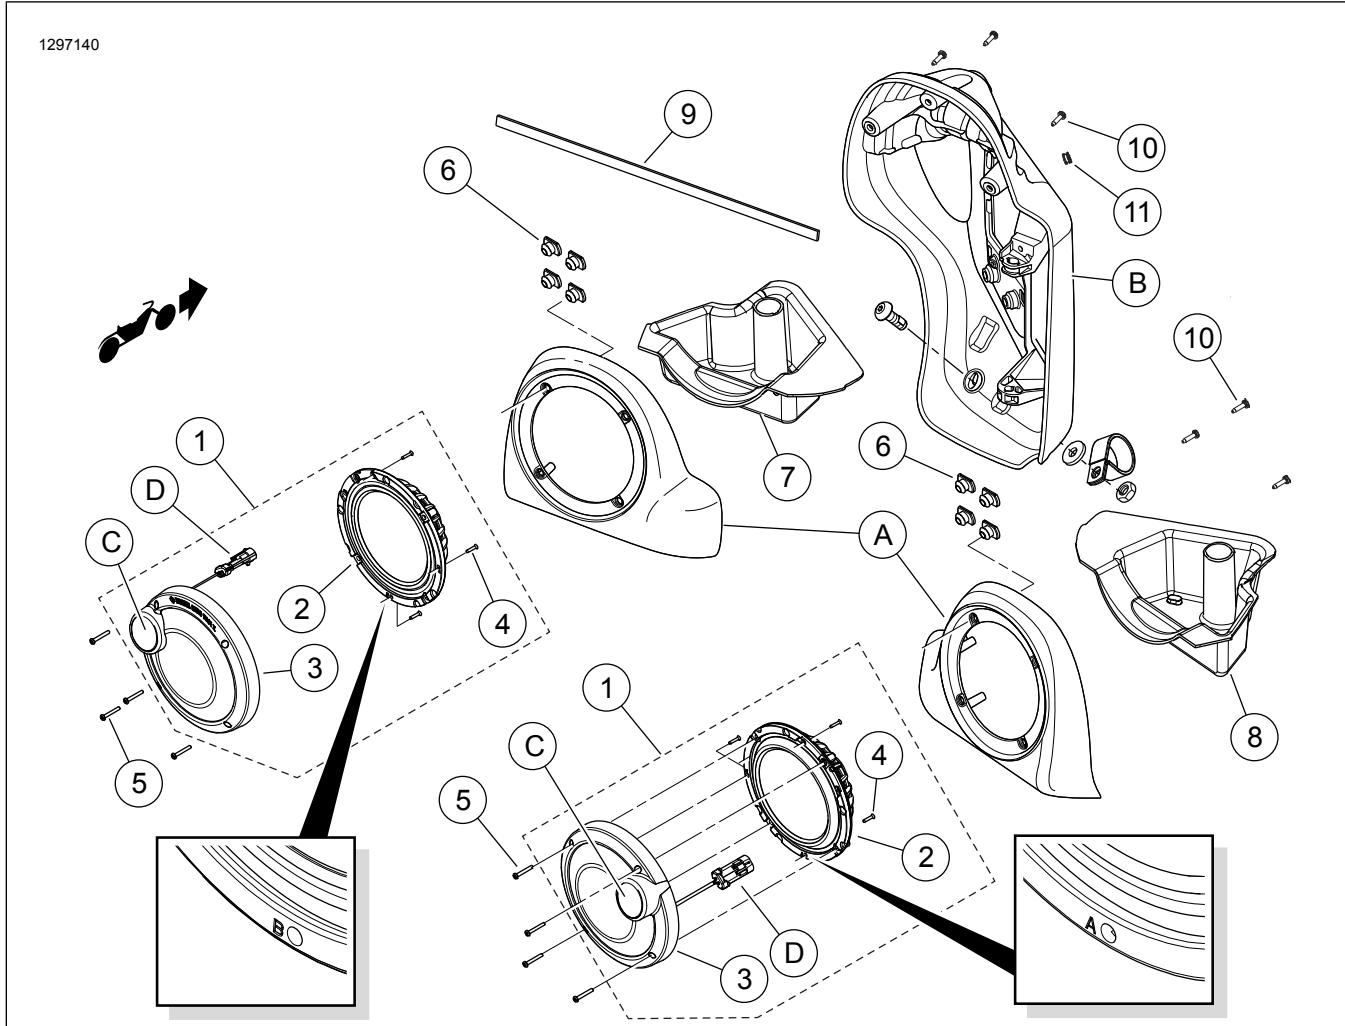

Figura 12. Parts tas-Service, BOOM! Audio Stage II Fairing Lower Speaker Kit
18. Ara Figura 12 . Ifred l-isplit grommet (11). Installa l-grommet madwar is-sieq tal-arneż. Installa fit-toqba mtaqqba bid-drill fil-fairing.
22. Ara Figura 12. Għaqqa il-konnetturi tal-wajers tal-ispeaker li hemm ġewwa l-kompartiment tal-ispeaker mal-ispade terminals (forma ta' pala) fuq in-naħha ta' wara tal-woofer **il-ġdid**. Qisien differenti tal-ispade contacts (kuntatti forma ta' pala) jipprevju assemblaġġ hažin.
23. Ikkonnettja l-konnetturi tal-awdjo tat-tip two-way fuq l-arneż tal-amplifier mal-konnettur tal-mid-range u tweeter (D).
24. Dawwar l-assemblaġġ tal-ispeaker (1) sakemm it-tweeter (C) ikun 45 grad 'l barra mit-tarf ta' fuq.
25. Installa l-assemblaġġ tal-ispeaker fil-kompartiment tal-ispeaker bl-erba' viti (5) li kienu fil-kit.